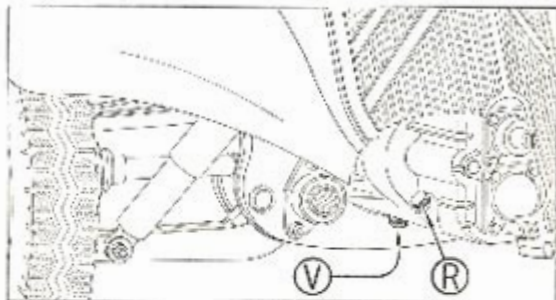

Fig. 13.
a) Vérifiez le niveau de l'huile dans la boîte : Dévissez le bouchon de remplissage R (fig. 13).
- a) de vidanger votre boîte de vitesses : bouchon en V (fig. 13) ;